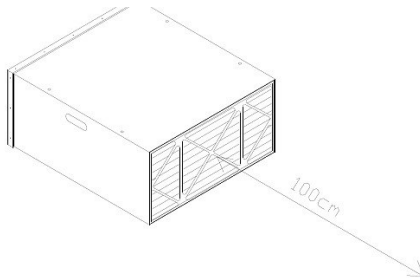

Abb. 11: Platzierung des Filters
Schritt 1: Stellen Sie sicher, dass der Filter richtig platziert ist (Abb. 11). Die Rückseite des Filters darf nicht verstopft sein.